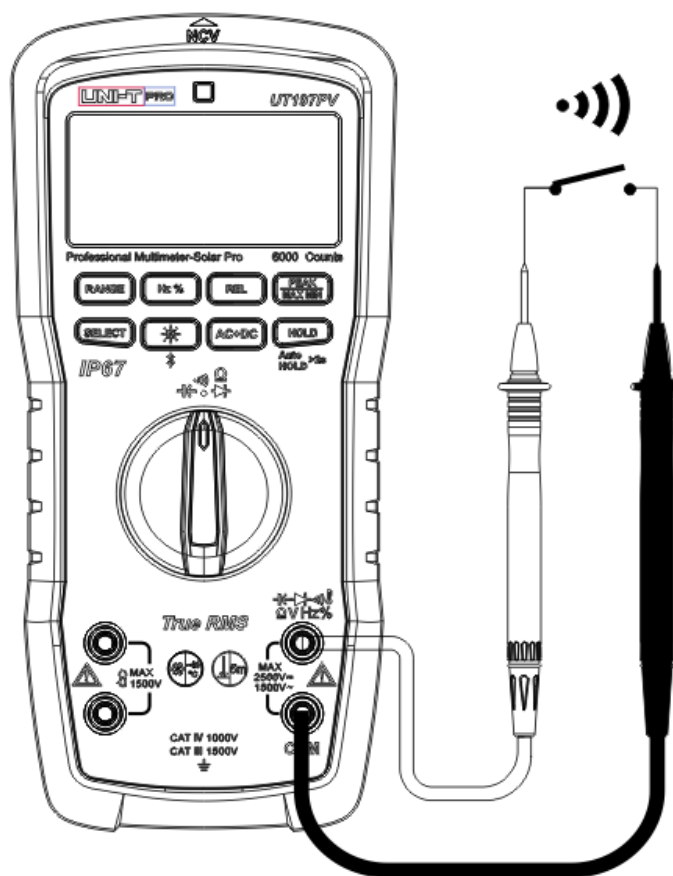

Figure 9
6. Mesure de la continuité (Figure 9)